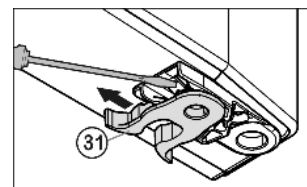

Fig. 7
- переставить пружинный зажим Fig. 7 (31): Нажать вниз язычок защёлки, снять с него пружинный зажим.